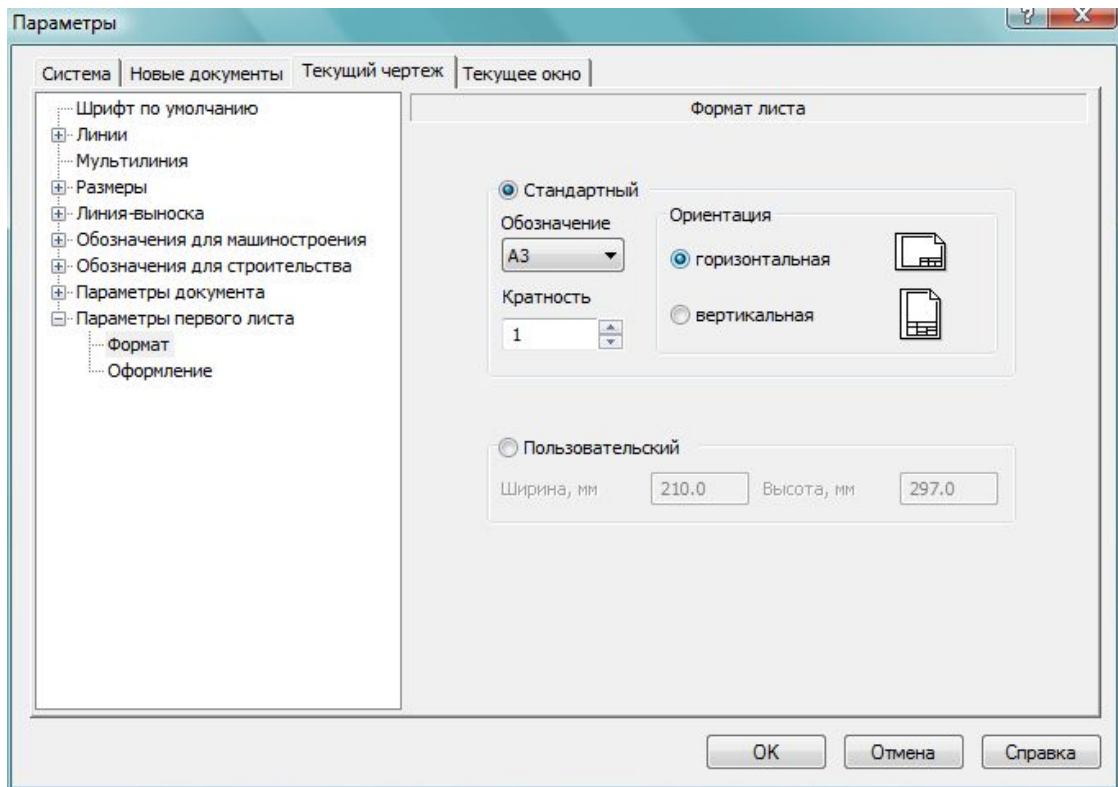

Рис. 26.3.
- открываем вкладки: **Текущий чертеж – Параметры первого листа – Формат** и выставляем формат листа А3 и его ориентацию – горизонтальная (рис. 26.3).